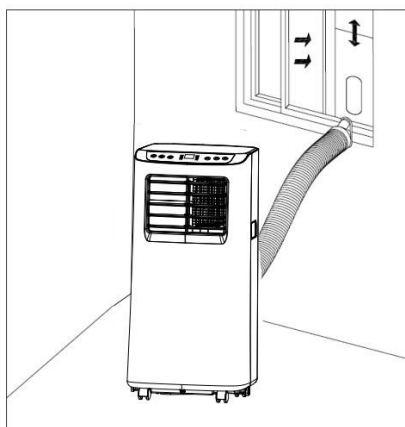
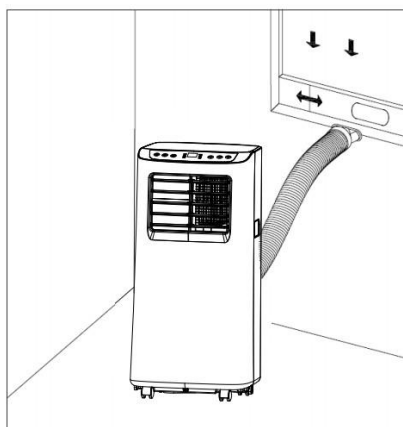

Fig.5
Fig.6
B) Allungare il tubo di espulsione dell'aria e collegarlo alla flangia del distanziale del kit finestra come mostrato in Fig.5 e Fig.6